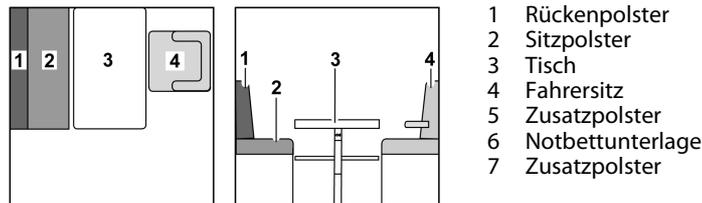

Bild 134 Vor dem Umbau
- Fahrersitz (Bild 134,4) drehen und ganz nach vorn schieben.
- Tisch (Bild 134,3) zum Bettunterbau umbauen (siehe Abschnitt 7.8).
- Wenn das Fahrzeug eine Notbettunterlage (Bild 135,6) besitzt, das Rückenpolster (Bild 134,1) und das Sitzpolster (Bild 134,2) abnehmen und beiseite legen.